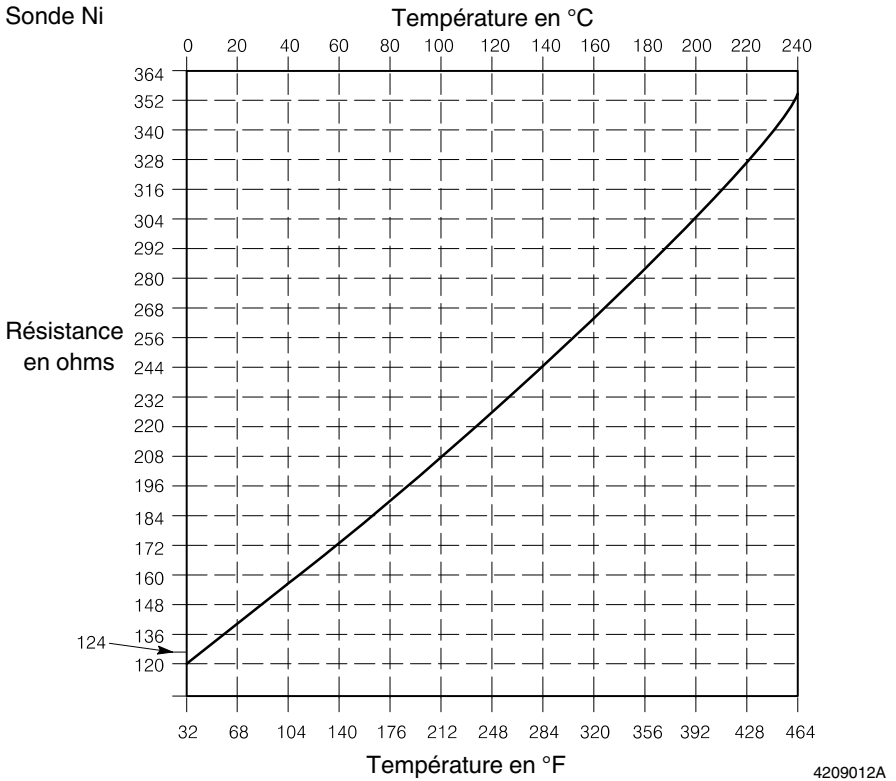

Figure 15: Résistance d'une sonde RTD en fonction de la température
5. Voir la figure 15 pour déterminer la résistance que devrait avoir la sonde à la température connue. Comparer les valeurs escomptée et mesurée :